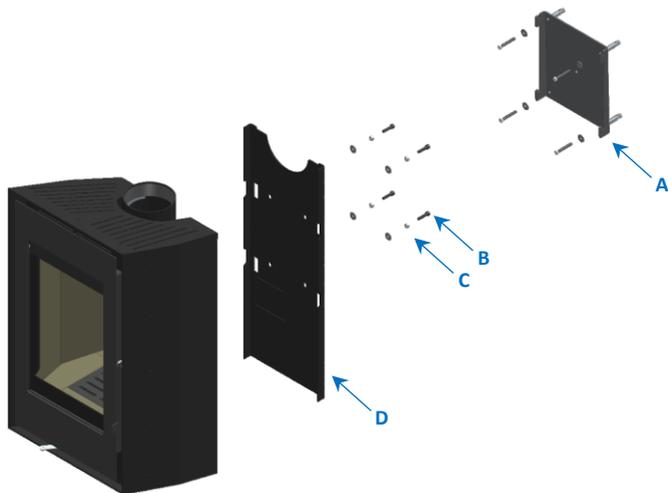

**Figure 21 - Retirez le support Tek Wall**
3. Remplacez ensuite le support de sol, Figure 21 (A), par le support mural, Figure 22 (D), fourni dans le kit acheté, en utilisant les mêmes vis et rondelles que lors de l'opération précédente ;